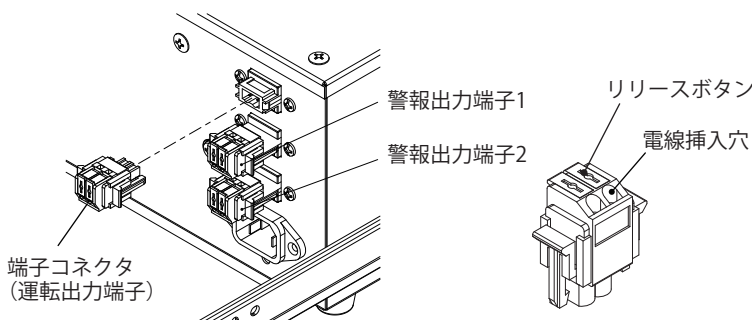

図 13
運転出力: 運転時は、運転出力端子へ接点出力(無電圧 a 接点)しますので、外部電源、ランプなどにより運転監視回路を設けることができます。(図 13)
警報出力: 警報出力時は警報出力端子 1、または 2 へ接点出力(無電圧 a 接点)されますので、外部電源、ランプ、ブザーなどにより警報回路を設けることができます。(図 13)
1. 接続する端子コネクタを本体から取外してください。(図 13)